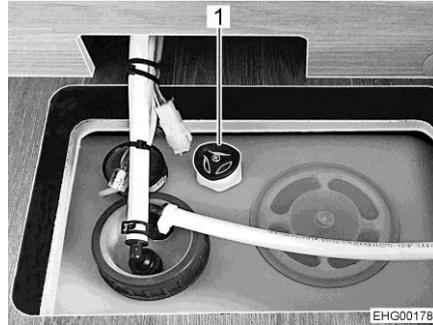

Fig. 142 Depósito de agua con tirador giratorio
- Girar el tirador giratorio (Fig. 142,1) sobre el depósito de agua en sentido de las agujas del reloj, hasta el tope.
- Girar el tirador giratorio (Fig. 142,1) sobre el depósito de agua en sentido contrario a las agujas del reloj, hasta sentir resistencia. El agua se sale hasta sobrar una cantidad residual de 20 l.